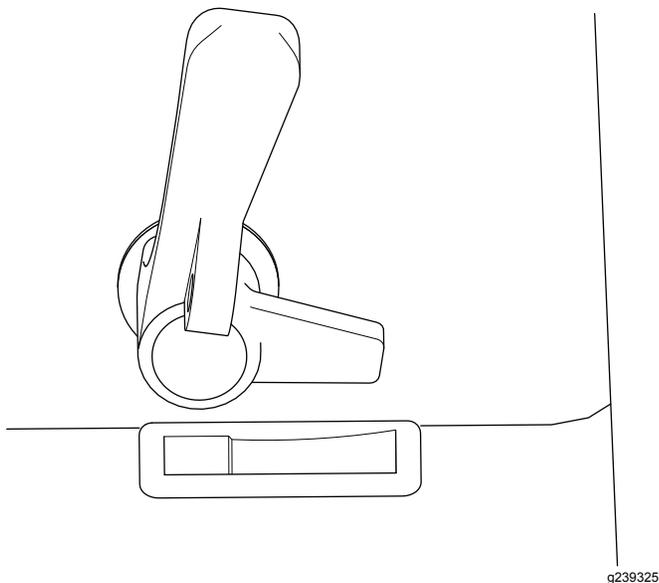

Figura 9
1. Rode as pegas no sentido contrário ao dos ponteiros do relógio e empurre a janela para abrir (Figura 9).